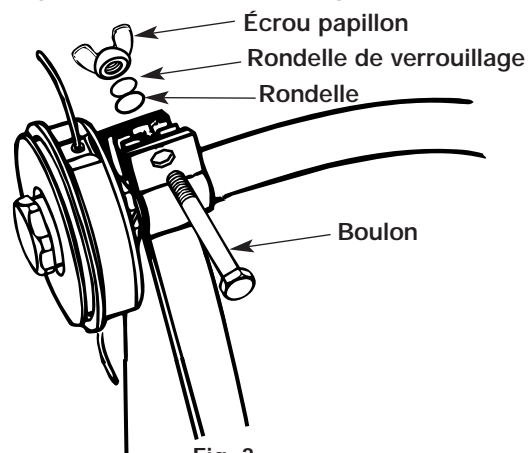

Fig. 3
2. Introduire le boulon, l'écrou, la rondelle et rondelle de verrouillage puis bien les serrer (Fig. 3).